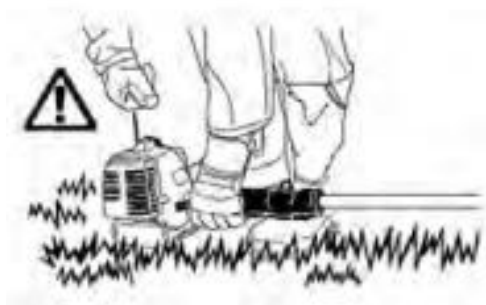

Fig.15
4. Tirez doucement sur le lanceur jusqu'à ce que vous sentiez qu'il s'enclenche, tirez alors vivement. Relâchez le lanceur doucement et lentement pour qu'il reprenne sa position d'origine. (fig.15)